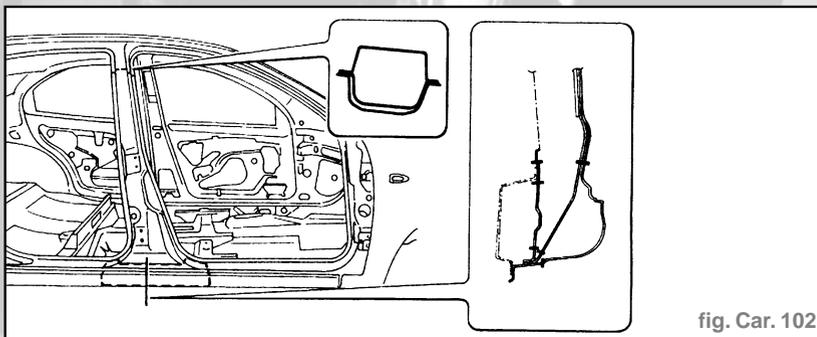

fig. Car. 102
- Nous indiquons les sections de la tôle aux endroits les plus significatifs afin de permettre à l'opérateur de régler la position et la profondeur de la découpe de façon à ne pas endommager les tôles situées en-dessous (fig. Car. 102).